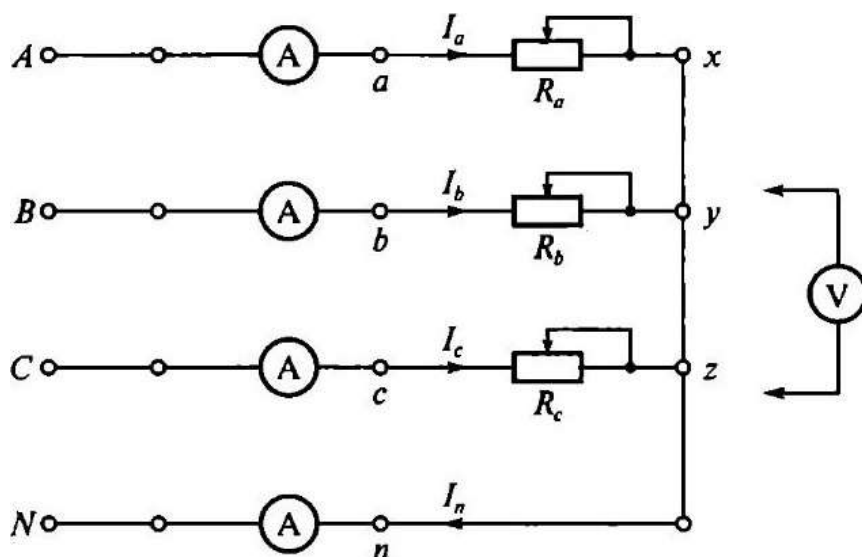

Рис. 5.1. Схема трехфазной ЭЦ с активной нагрузкой однофазных приемников, соединенных «звездой»
Схема электрической цепи (ЭЦ) с включенными в нее измерительными приборами приведена на рис. 5.1. В качестве измерительных приборов в работе используются:
1. Собрать ЭЦ в соответствии с рис. 5.1. С помощью переключателя пределов установить наибольшую номинальную величину измерительных приборов. После проверки схемы преподавателем подать напряжение в ЭЦ, при этом должны загореться соответствующие сигнальные лампы, показанные на рис. П.3. Измерить вольтметром линейное напряжение  $U_L$ , которое должно лежать в диапазоне  $(36 \pm 3,6)$  В.
5. На основании данных табл. 5.1 и 5.2 с учетом рис. 5.1 вычислить полные сопротивления фаз  $Z$  и углы сдвига фаз между током и напряжением (РФ, результаты занести в табл. 5.3.
3. В табл. 5.4 даны значения линейного напряжения и фазных сопротивлений ЭЦ, приведенной на рис. 5.1. Номер варианта соответствует номеру стенда. На основании данных табл. 5.4 для своего варианта вычислить фазные напряжения и токи для ЭЦ с нейтральным проводом. Результаты занести в табл. 5.1 и 5.2. На основании данных табл. 5.1 и 5.2 построить на рис. 5.2 в масштабе векторные диаграммы напряжений и токов. По векторным диаграммам определить значение тока в нейтральном п проводе.